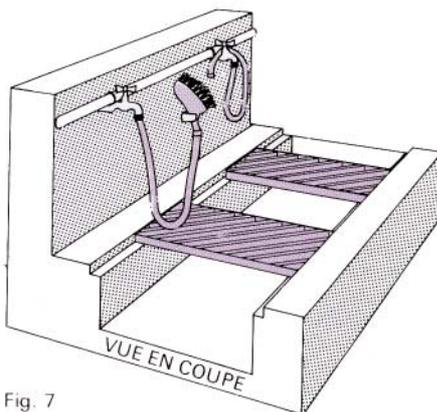

Fig. 7
- un bac de décantation équipé d'une grille amovible. La partie arrière de l'installation, conçue pour des chantiers fixes de longue durée, comprend un muret en parpaings sur lequel court une canalisation d'eau avec des robinets équipés de tuyaux. Les tuyaux sont prolongés par des lances d'arrosage sur lesquelles on peut adapter des brosses (Fig. 7).